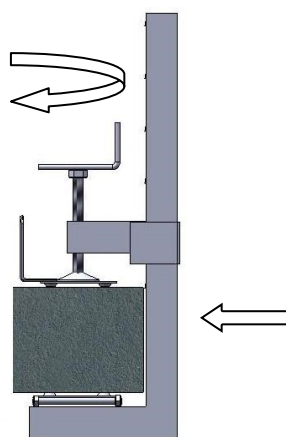

fig.6
- Inserire il montante sulla soletta (fig. 6 a pag. 9);
- Avvitare la barra filettata con la piastra ruotando la manovella in senso orario fino ad applicare una coppia di 30 N.m (vedi fig. 6 a pag 9);